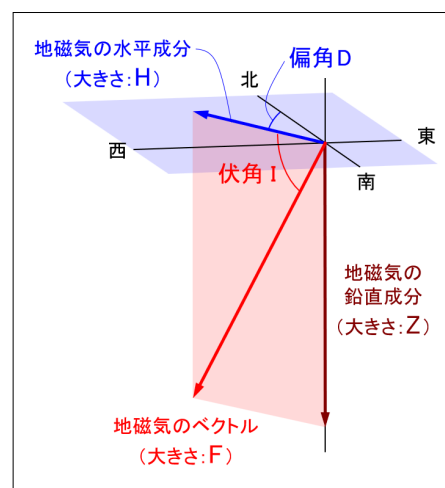

図1：地磁気の各成分（北半球）
- ① 地磁気の各成分H, Z, D, F (図1) を観測する各1式、計4式の光ポンピング磁力計
- ② A-56の後継となる新標準磁気儀
- ③ 比較校正用のプロトン磁力計
- ④ 電子計算機と周辺機器からなるデータ処理システム
ここで、新標準磁気儀DI-72について触れたいと思います。そもそも磁気儀とは、地磁気のD、I成分（図1）を測ることができる測定器です。変化観測を定期的に補正するために行う絶対観測に使われます。